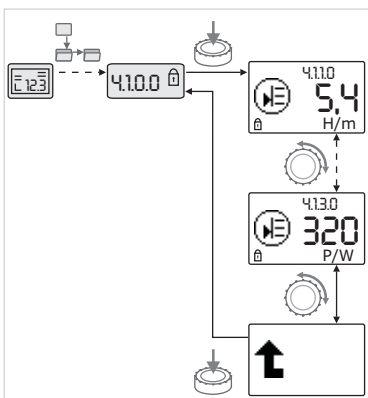

Fig. 39: Informatie oproepen
- De menu-elementen van het type "Informatie" van het actuele submenu aansturen door de bedieningsknop te draaien (zie Fig. 39). Voor toelichting bij de symbolen van de instellingen zie tabel in hoofdstuk 8.7 "Referentie menu-elementen" op pagina 230.